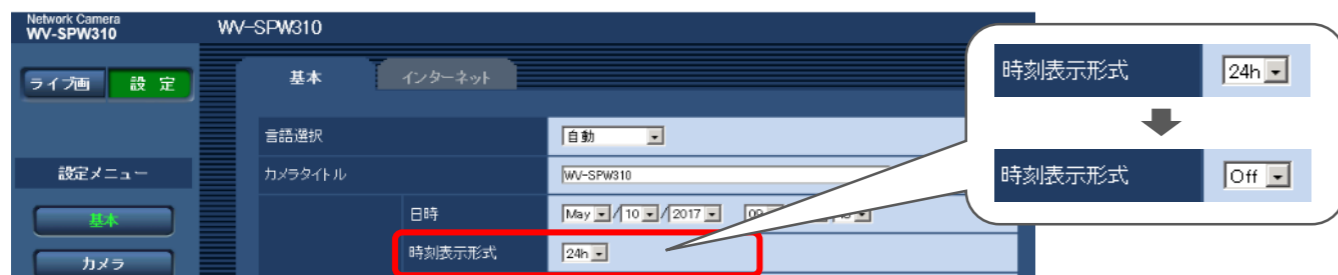

図4 カメラの時刻表示形式の設定
(1) 時刻表示形式を「24h」から「Off」に設定する。(図4)